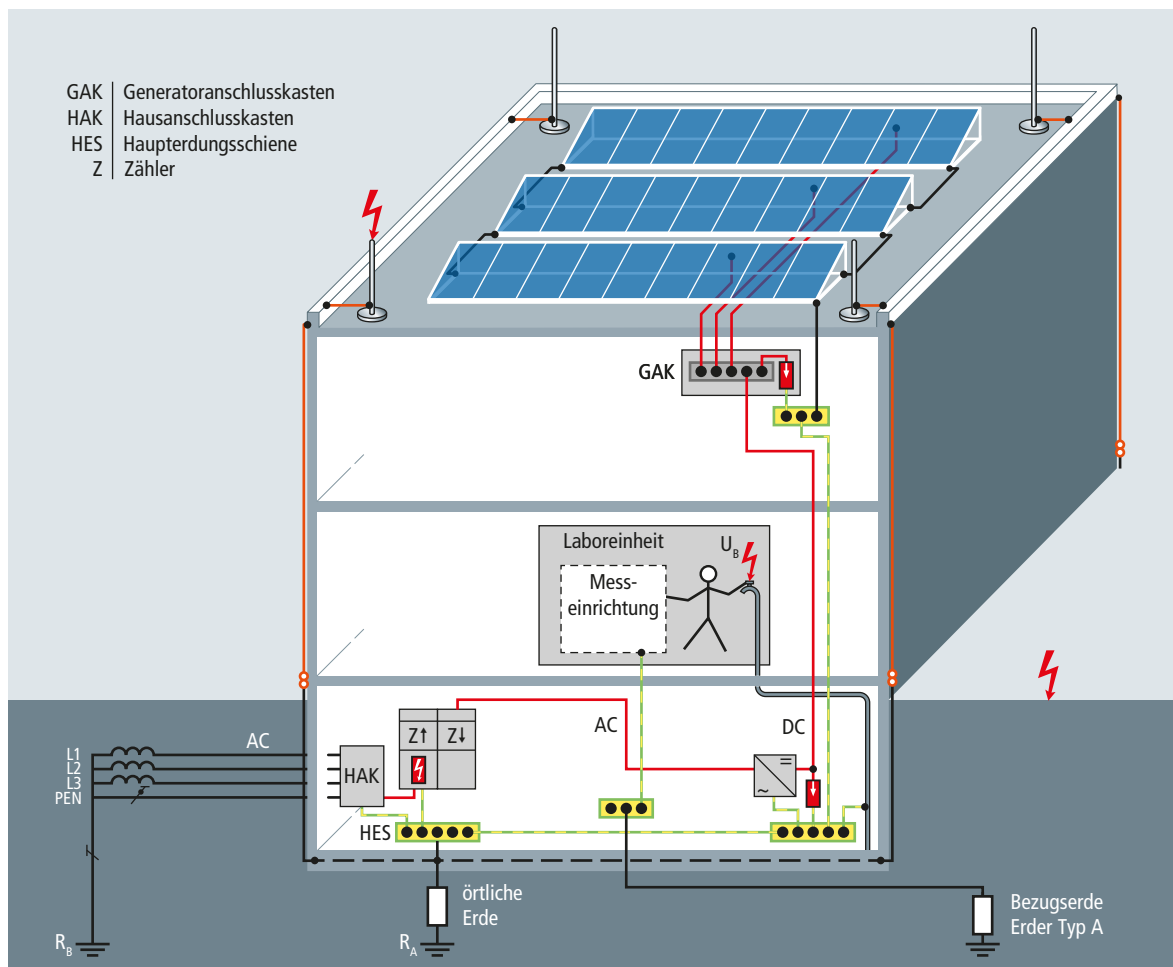

Bild 2 Möglicher Fehlerfall im TN-System (Beispiel: Labor): Körperschluss an Wasserleitung
**b) Fehlerfall Körperschluss:** Im Falle eines niederspannungsseitigen Körperschlusses, entstehen bis zur Abschaltung durch ein vorgeschaltetes Über- oder Fehlerstromschutzorgan hohe Potentialdifferenzen zwischen der örtlichen Erde (Potentialausgleichssystem im Gebäude) und der isoliert eingeführten Bezugserde (**Bild 2**).
**c) Fehlerfall Blitzschlag:** Im Falle eines Blitzeinschlages in das Gebäude oder in der Nähe der Bezugserde, entstehen hohe Potentialdifferenzen zwischen der örtlichen Erde (Potentialausgleichssystem im Gebäude) und der isoliert eingeführten Bezugserde (**Bild 2**). Daneben kann es durch elektromagnetische Felder am freien Ende der Bezugserde zu hohen Überspannungen kommen. Beides führt zu unkontrollierten Überschlägen im Gebäude und kann zu Brand- und Personenschäden sowie zur Zerstörung von elektronischen Systemen führen. Damit die hohen Po-